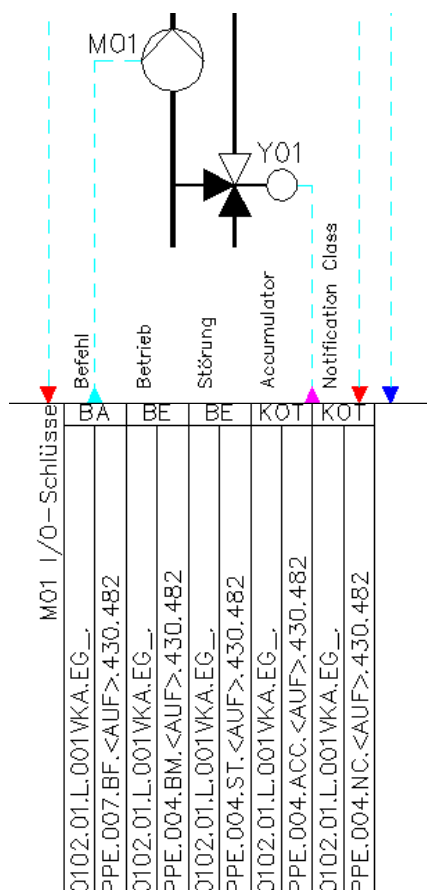

Bild 24.59 – Globales Editieren: Die Daten werden ins Automationsschema eingepflegt.
- Mit **OK** werden die Daten in die Zeichnung übernommen, die Benutzerschlüssel werden automatisch aktualisiert (Abb. 24.59).